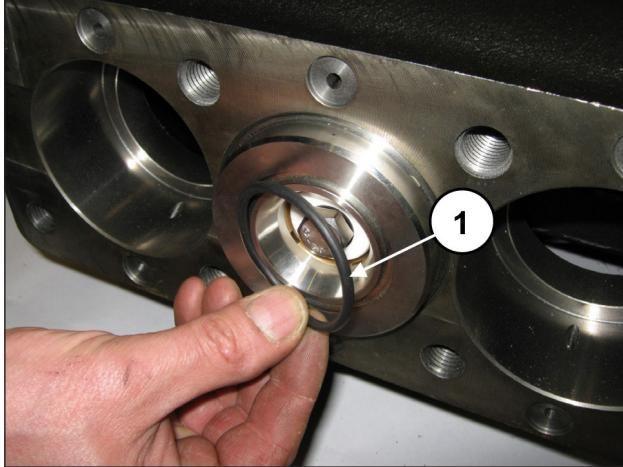
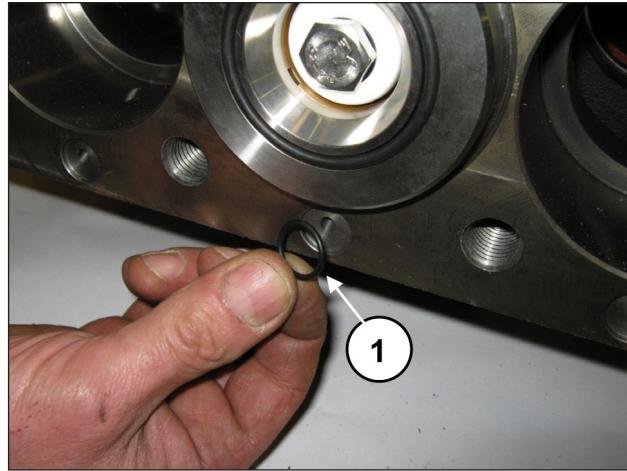

Fig. 189
Fig. 190
Montare l'O-ring frontale della camicia (pos. ①, Fig. 189) e l'O-ring del foro di ricircolo (pos. ①, Fig. 190).